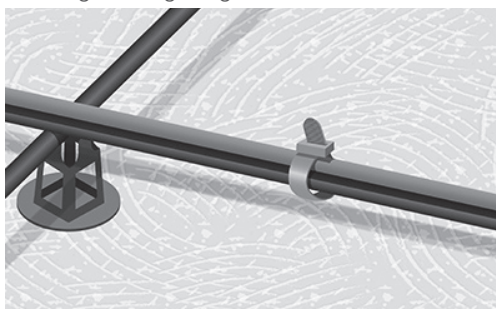

Fig. 5. Kabel fastgjort. Kabelbindere er løse og ikke placeret på samlinger
7. Rul kablet ud, og fastgør varmekablet til armeringsnettet (fig. 5).